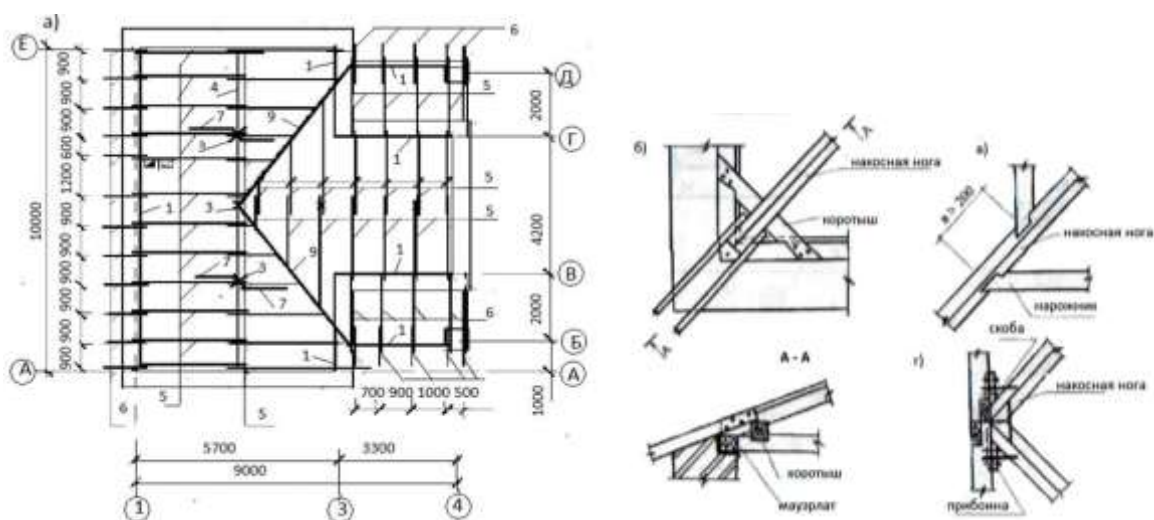

Рисунок 4.2 – Элементы скатной крыши
Оголовок состоит из опорной плиты, ответного ребра, двух транзитных ребер, замыкающей пластины и двух фасонок для крепления связей. Ответное ребро и транзитные ребра выполняются без создания дополнительных профилей, опорную плиту выполним из профиля, созданного для опорного ребра главной балки, а вот для фасонок связей подходящих профилей нет, их нужно создать. Профили, стили пластин и результат на скриншотах ниже, рис.4.2
3. Вычертить 3d модель кровли в программе Renga в разделе 3d вид по примеру, рис.4.2